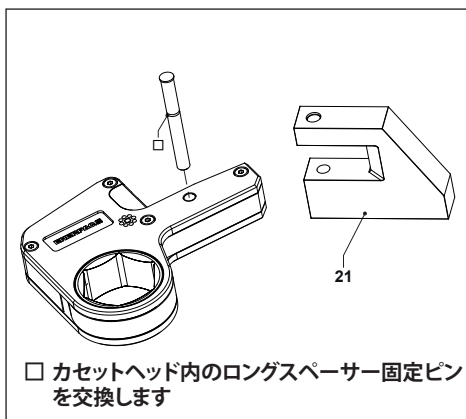

図7
3.4.2 WRPシリーズリアクションパドルを取り付けるには (図7)
- カセットの穴にパドルの穴を合わせながら、WRPシリーズリアクションパドル (21) のスペース内にカセットを取り付けます。